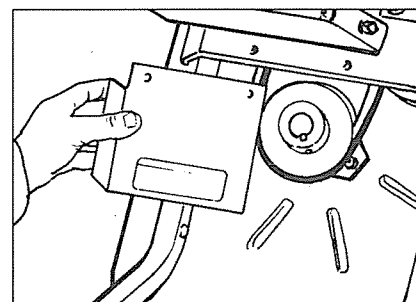

Figure 17.
3. Déposer le protège-courroie qui se trouve sous le moteur et qui couvre la poulie de commande inférieure et la courroie. Voir la Figure 17. Retirer simplement les deux boulons qui fixent le protège-courroie.